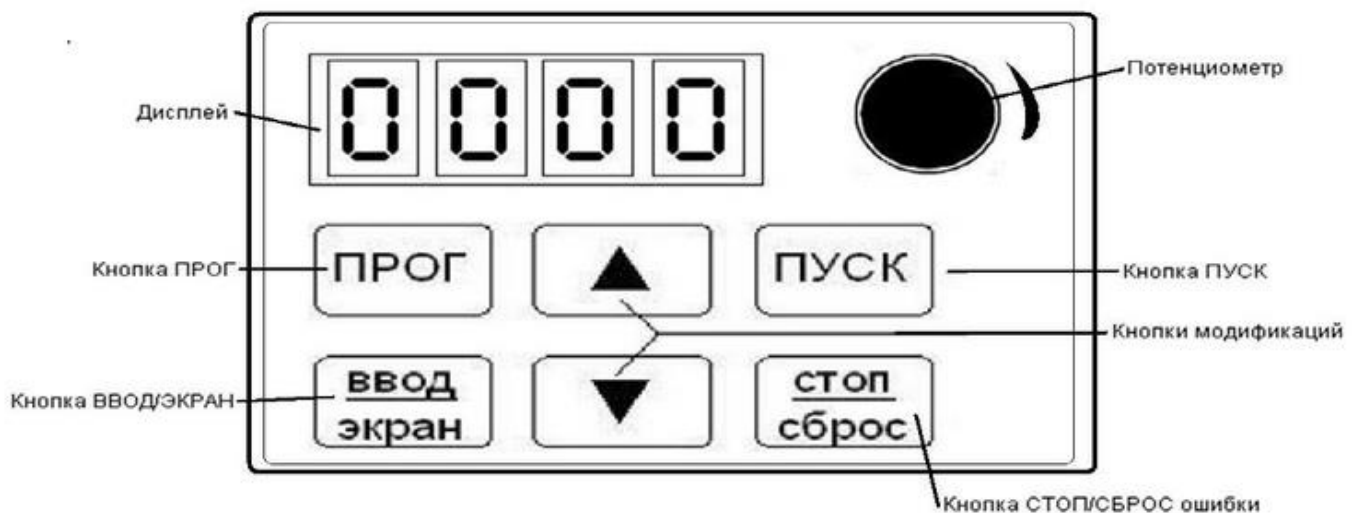

Рисунок 2. Внешний вид панели управления Преобразователя частоты.
1. Преобразователи частоты с однофазным выходом INNOVERT, рисунок 2. Данное устройство предназначено для изменения частоты и напряжения питания на обмотках электродвигателя конвейера. Т.е вращением ручки потенциометра можно изменять скорость движения конвейера.